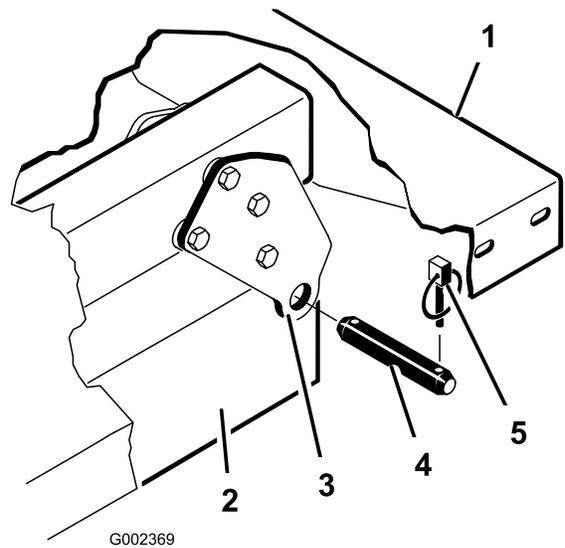

Bild 4
3. Nehmen Sie die Lastösenbolzen ab, mit denen die Zylinderstangenenden an den Pritschenbefestigungsplatten befestigt sind. Drücken Sie die Bolzen hierfür nach innen (Bild 4).
4. Nehmen Sie die Klappstecker und die Lastösenbolzen ab, mit denen die Schwenkhalterungen an den Rahmenkanälen befestigt sind (Bild 4).